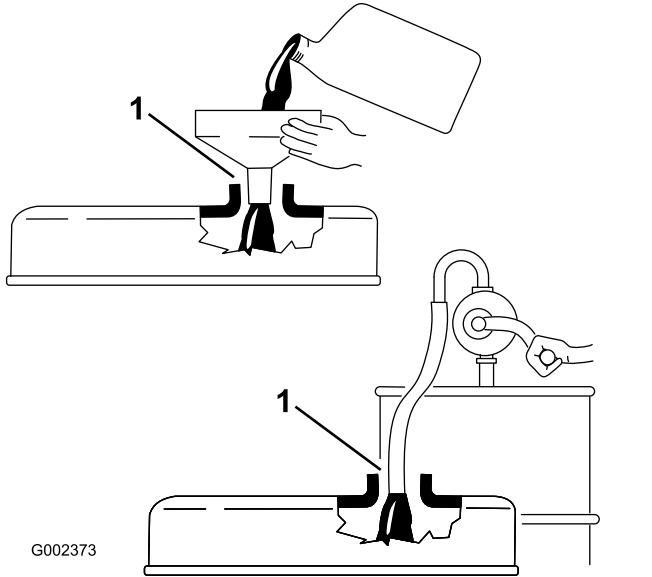

Figure 43
**Important:** Lorsque vous faites l'appoint ou le plein d'huile moteur, maintenez un espace entre le dispositif de remplissage et le goulot de remplissage dans le couvre-culasse, comme montré à la Figure 43. Cet espace est nécessaire pour permettre l'aération pendant le remplissage.